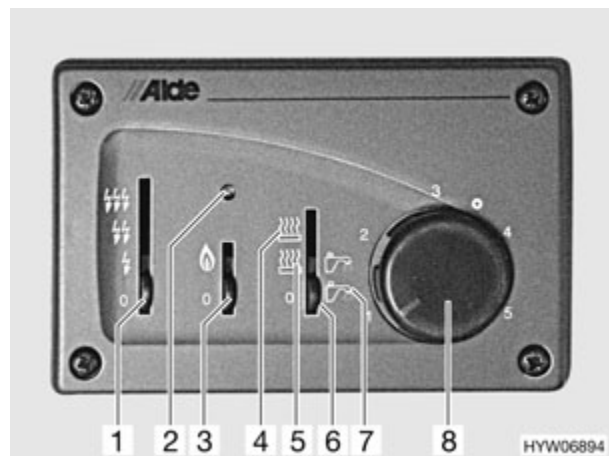

Fig. 126 Unidad de mando para calefacción de agua caliente
- Agua caliente (Fig. 126,7)
- Calefacción y agua caliente (Fig. 126,5)
- Calefacción (Fig. 126,4)
- Ajustar el modo de funcionamiento con el conmutador deslizante (Fig. 126,6).
- Funcionamiento a gas (Fig. 126,3)
- Funcionamiento con electricidad a 230 V (Fig. 126,1)
- Ajustar el conmutador deslizante (Fig. 126,3) a funcionamiento con gas.
- Ajustar el botón giratorio de temperatura (Fig. 126,8) al nivel de calefacción deseado.
- Ajustar el conmutador deslizante (Fig. 126,6) a "calefacción" (Fig. 126,4) o a "calefacción y agua caliente" (Fig. 126,5).
En caso de avería se ilumina la luz de control roja (Fig. 126,2).
- Regular el conmutador deslizante (Fig. 126,3 y 6) a "0".
- Ajustar el conmutador deslizante (Fig. 126,1) al nivel de potencia deseado:
- Regular el conmutador deslizante (Fig. 126,1 y 6) a "0".
- Regular el conmutador deslizante (Fig. 126,1, 3 y 6) a "0".